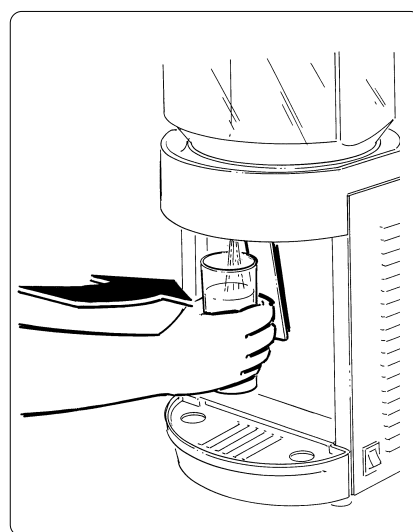

Fig. 2
- Para suministrar el producto, colocar un vasito debajo del grifo y empujar la relativa palanca hacia el interior (fig. 2).